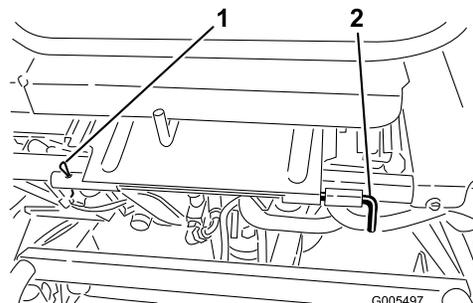

図 25
- 座席を降ろし、回転軸を固定しているロールピンを抜き取る **図 25**。